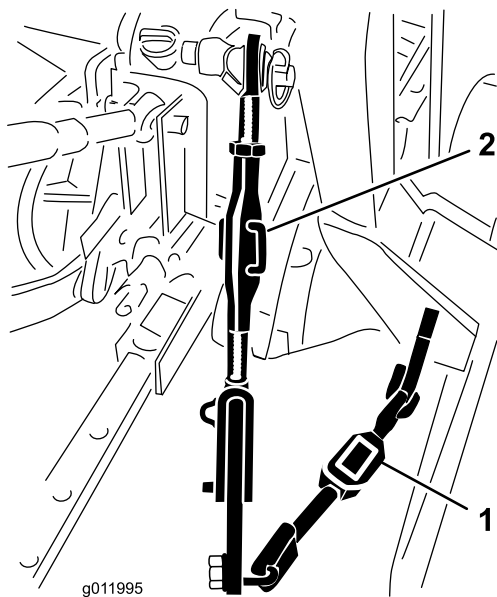

Figura 7
1. Ajuste los tensores inferiores hacia dentro hasta que toquen las chapas de montaje del soplador (Figura 7).
2. Giro el cuerpo del tensor lateral (si existe) para elevar o bajar el brazo de acoplamiento hasta que el soplador quede nivelado lateralmente (Figura 7).